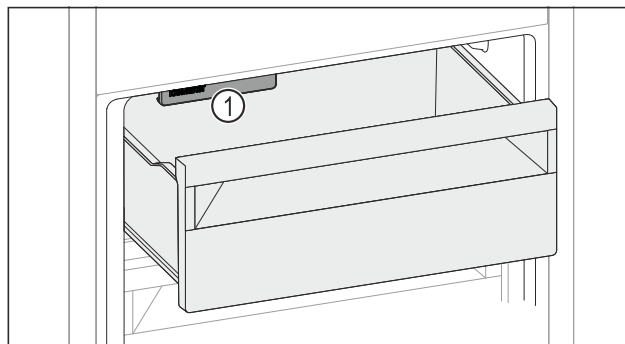

Fig. 140
- Vær opmærksom på IceMaker Fig. 140 (1).